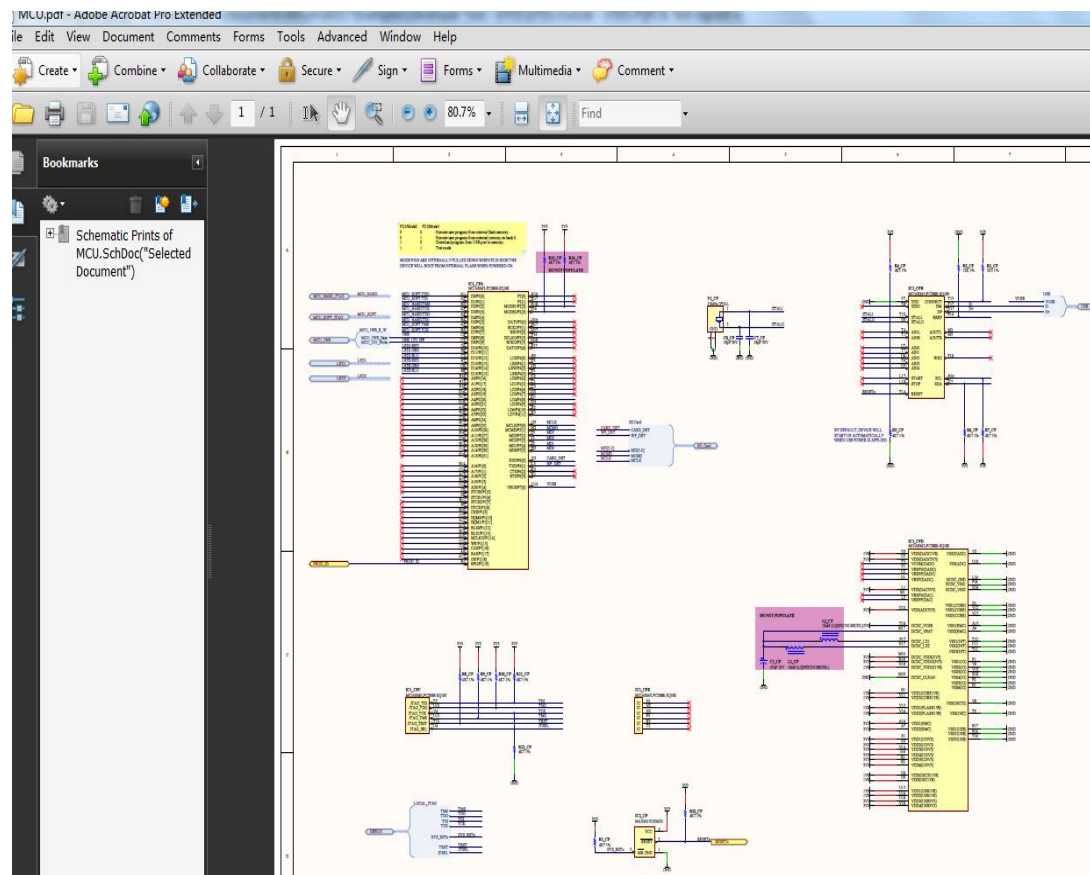

图5-6 PDF的输出效果
(6) 如图5-4所示，进行勾选后，继续单击“下一步 (Next)”按钮，进入图5-5界面，勾选“导出后打开PDF文件”，单击“完成”按钮，完成pdf的输出，并打开pdf，效果图如图5-6所示。我们可以依照类似的指导步骤一页一页的打印其他原理图文件，如果在图5-2界面中勾选当前项目，则最后输出整个项目的原理图PDF。